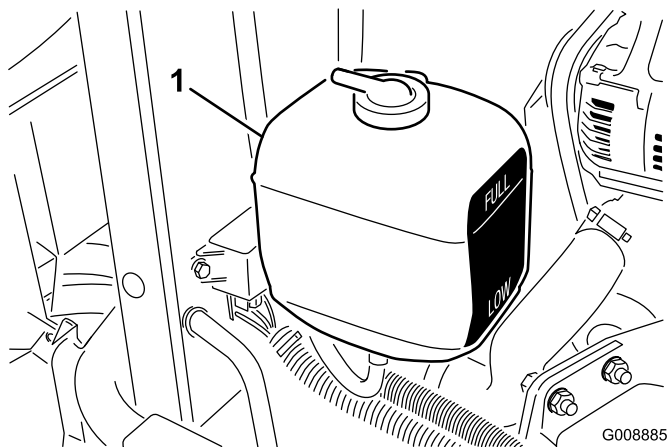

図 23
1. 補助タンクの冷却水量を点検する（図 23）。エンジンが冷えた状態で、タンク側面についている 2 本の線の間であれば適切である。